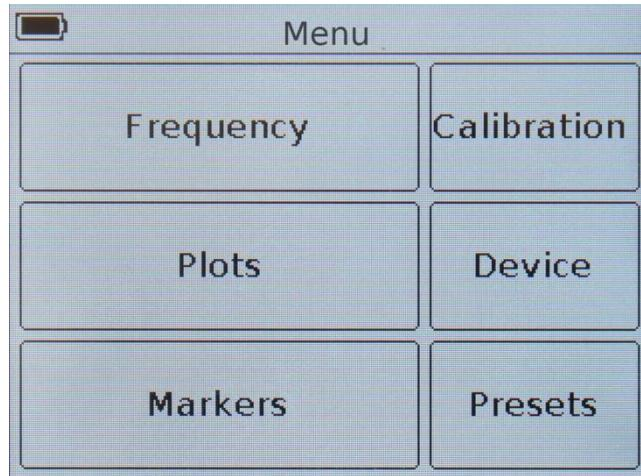

Рисунок 9.1 – Главное меню
9.2.1. Для установки частотного задания войдите в главное меню прибора (Рисунок 9.1), нажав кнопку (12) «**MENU**». Войдите в раздел **Frequency**. На экране появится меню, как на рисунке 9.2.
9.3.1. Для выбора отображаемых на экране прибора графиков, и настройки отображаемых на этих графиках параметров, войдите в главное меню прибора (Рисунок 9.1), нажав кнопку (12) «**MENU**». Войдите в раздел **Plots**. На экране появится меню, как на рисунке 9.7.
9.4.1. Войдите в главное меню прибора (Рисунок 9.1), нажав кнопку (12) «**MENU**». Войдите в раздел **Markers**. На экране появится меню, как на рисунке 9.8.